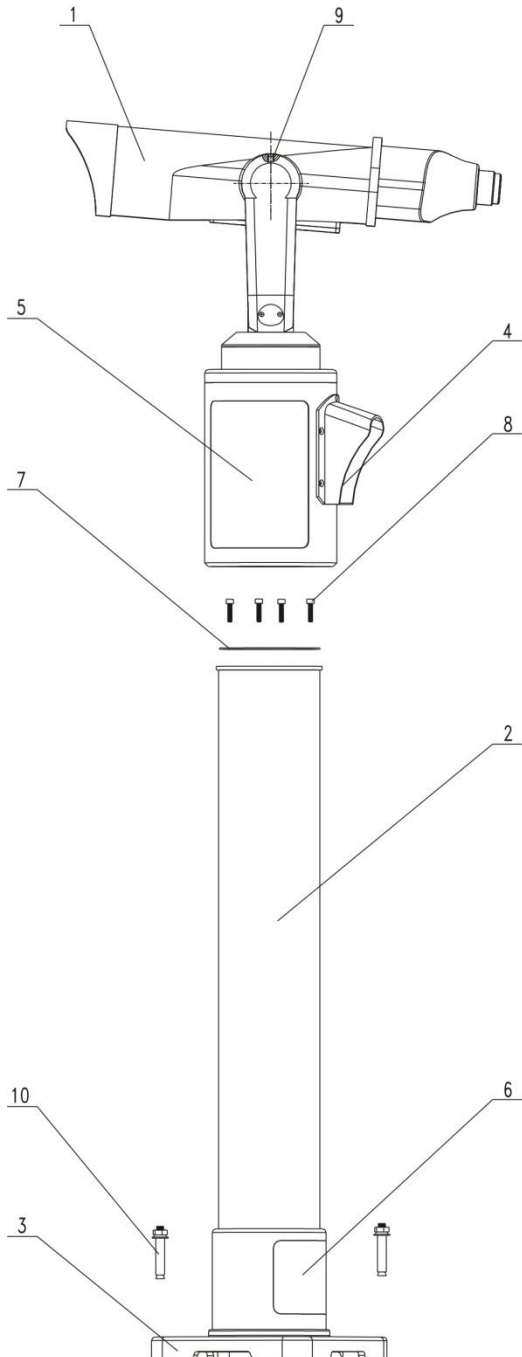

Figura 1
1. La configurazione dei telescopi funzionanti a moneta, della serie Bonview 20x100 di Omegon® è mostrata nella Figura 1.